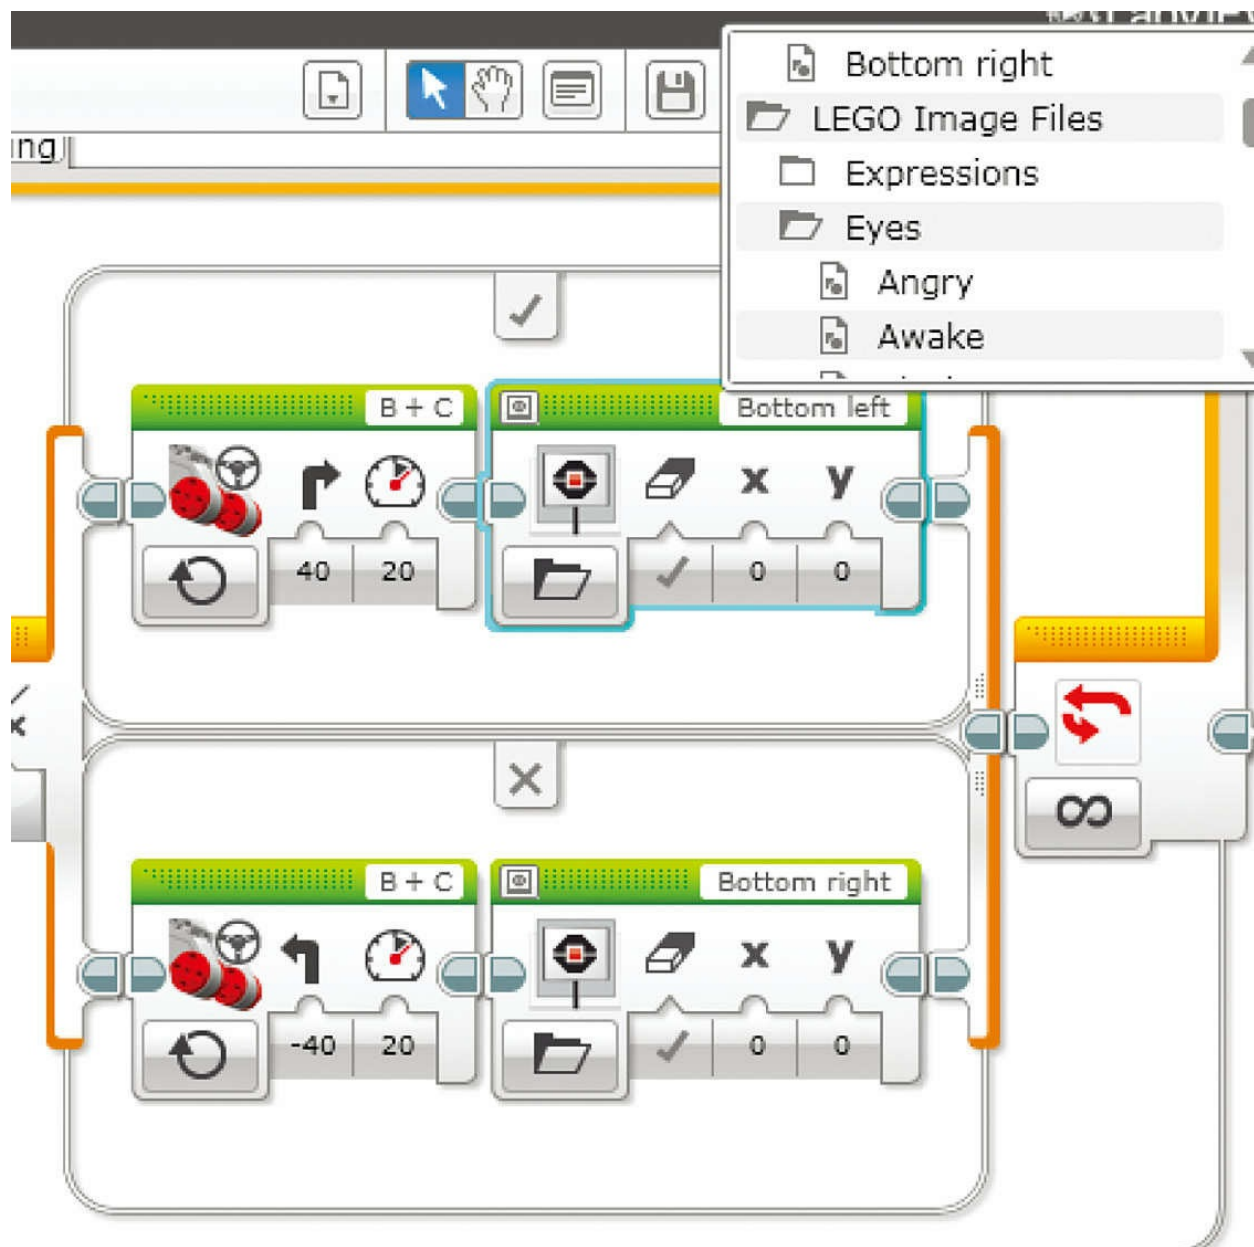

图8.44 给你的显示模块找到图像文件
**10.** 单击显示模块右上方的文本区域并选择“LEGO图片文件——眼睛文件夹”（如图8.44所示）。